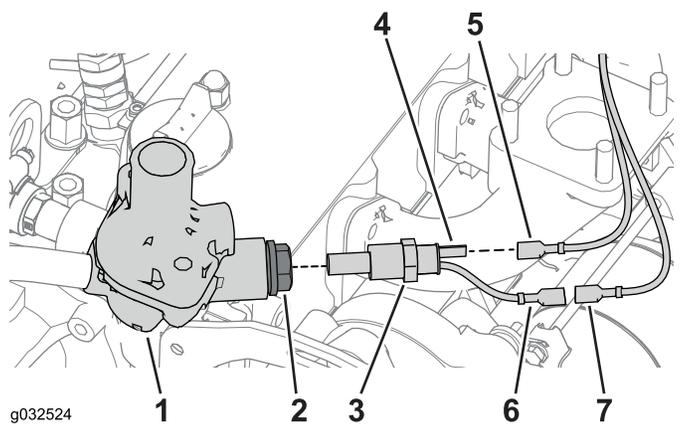

Рисунок 34
1. Найдите корпус термостата на блоке двигателя и снимите заглушку отверстия двигателя (Рисунок 34).
5. Найдите желтый провод, отсоединенный при выполнении предыдущего пункта, и подсоедините его к разъему горячего двигателя (Рисунок 34).
6. Найдите оранжевый провод, который связан с желтым проводом, и подсоедините его к разъему теплого двигателя (Рисунок 34).